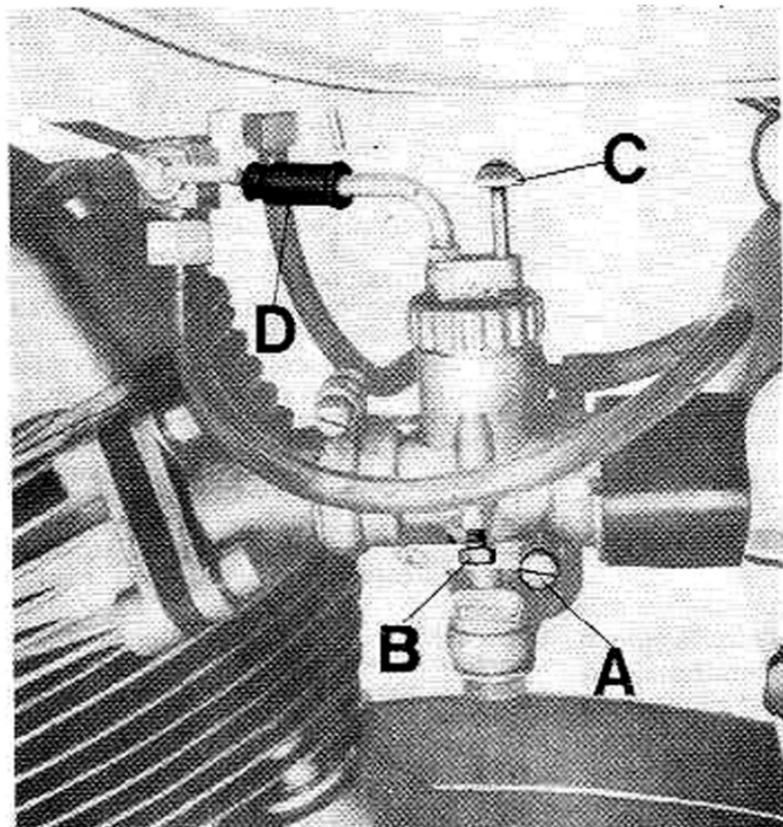

Fig. 14
- 3) Infiare nei due bracci un metro controllando che entri nel braccio per una lunghezza di cm. 47,5 partendo dalla parte superiore come rappresentato a fig. 14.
La regolazione del passaggio aria è comandato dall'astina (C) di fig. 14. Per la partenza
Regolazione del minimo (vedere fig. 14)